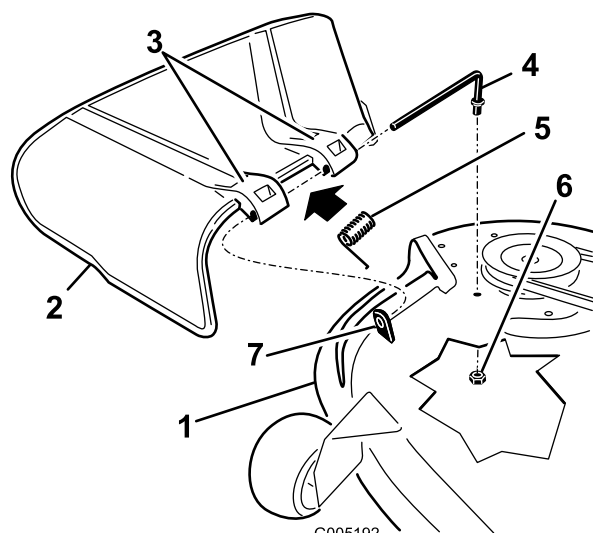

Figura 60
1. Localice los elementos mostrados en la Figura 60.
2. Retire la tuerca (3/8 pulg. [9,5 mm]) de la varilla (debajo del cortacésped) (Figura 60).
3. Retire la varilla del espaciador corto, del muelle y del deflector de hierba (Figura 60). Retire el deflector de hierba dañado o desgastado.
4. Vuelva a colocar el deflector de hierba (Figura 60).
6. Coloque el muelle sobre la varilla, con los extremos de los alambres hacia abajo, y entre los soportes del deflector de hierba. Deslice la varilla por el segundo soporte del deflector de hierba (Figura 60).
7. Introduzca la varilla, en la parte delantera del deflector de hierba, por el espaciador corto de la plataforma. Fije el extremo trasero de la varilla en el cortacésped con una tuerca (3/8 pulg. [9,5 mm]) (Figura 60).